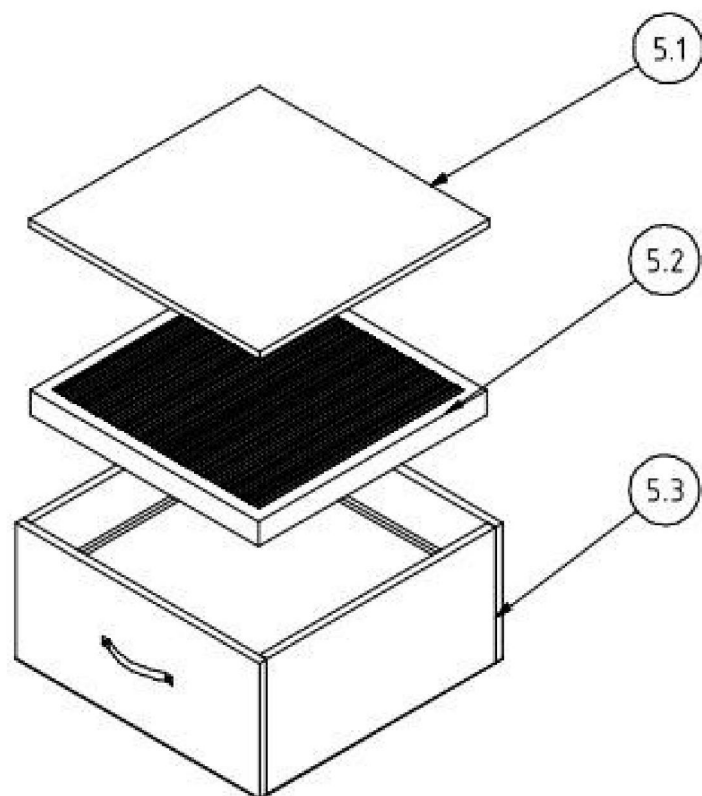

Imagen 5, Montaje del
- Afloje los obturadores de tensión, pos. 2, y abra la puerta de mantenimiento, pos. 3
- Eleve ligeramente el filtro principal, imagen 5, pos. 5.3, con ayuda del grip de la parte delantera, para retirar la junta de la superficie de apoyo, y tire de él un poco hacia sí.